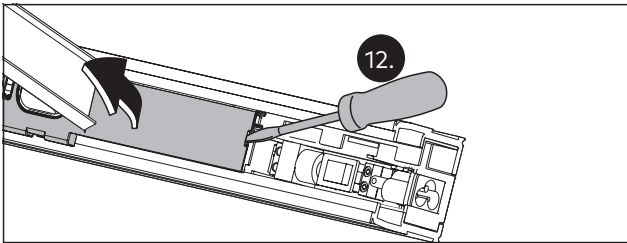

Abb. 19 Den Deckel öffnen
12. Den Deckel von dem Steuerungsgehäuse mit der Spitze eines Schlitzschraubendrehers vorsichtig öffnen (Abb. 19).